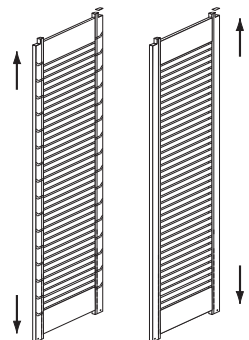

FIG. 3.0
1. Sélectionner les montants (B) de Tour et les positionner en face l'un de l'autre, le côté avec les rainures vers l'intérieur. (**L'extrémité crantée vers le haut**) (Fig. 3.0)